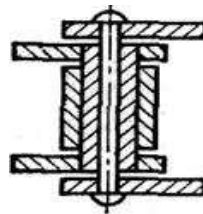

Рисунок 7.
73. Как называется цепь, шарнир которой в разрезе изображен на эскизе (рис. 7)?